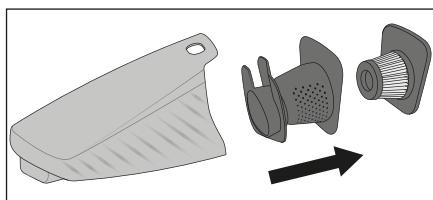

Fig. 4
- 3) Depois, retire o filtro EPA **5** e o filtro grosso **6** do depósito de resíduos **7** (fig. 4). Sacuda as duas peças sobre um balde do lixo ou algo similar. Se necessário, pode lavar o filtro EPA **5** com água limpa. Depois, deixe-o secar completamente ao ar.